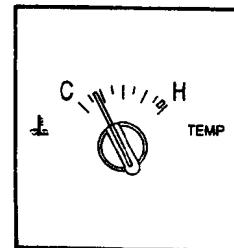

图 1-7 发动机冷却液温度表
(4) 发动机冷却液温度表(图1-7)。表指针进入红色区域，表明发动机过热，汽车运行中若遇此情况，应立即驶离公路，停车、熄火，并迅速处理。